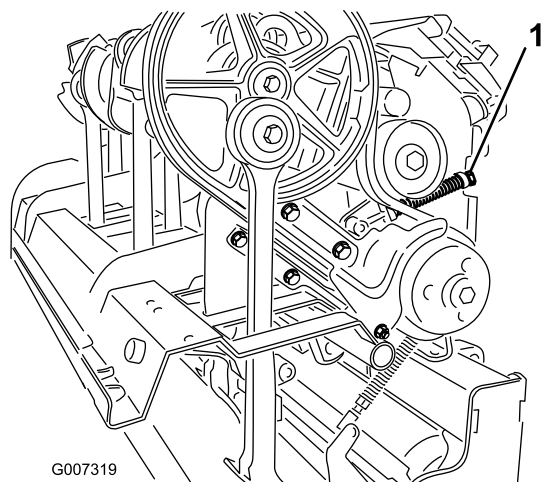

图38
4. 要释放怠轮弹簧张紧力应松开固定弹簧定位器图38的锁紧螺母并旋转弹簧定位器。